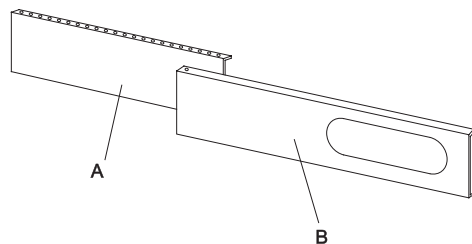

Рис. 11
Составные части кронштейна (см. Рис. 11):
1. Соедините панели A и B согласно Рис. 11, отрегулируйте в соответствии с шириной окна. После этого убедитесь, что между кронштейном и окном нет зазоров.